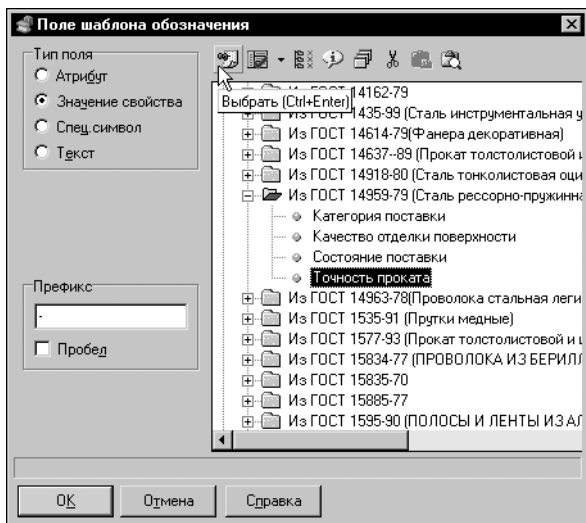

Рис. 4.33.
12. В диалоге **Поле шаблона обозначения** выберите вариант **Значение свойства** (рис. 4.33).